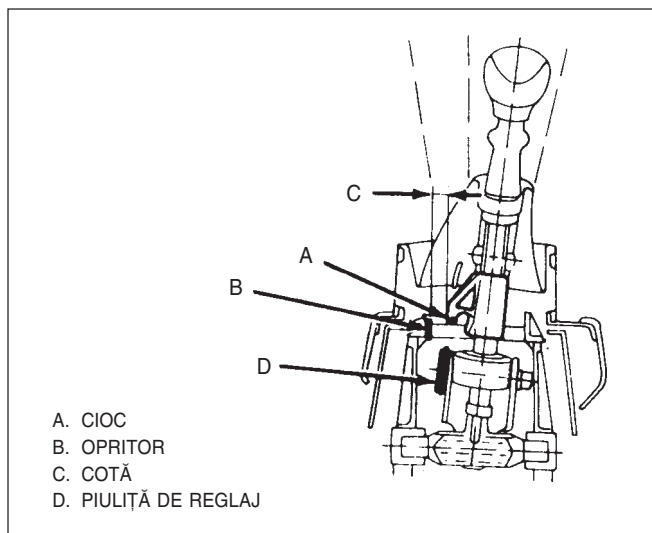

Fig. 13 Reglajul levierului schimbătorului de viteze
- 5) Se demontează burduful (202) de pe consolă pt a se observa mecanismul comenzii schimbătorului de viteze.
- 6) Se plasează levierul de schimbare a vitezelor (203) în poziția treptelor 1-2, fiind încă la punctul mort.
- a. Cu levierul lîngă opritor și săgeata în dreptul semnelui, se strînge șurubul clemei de fixare (210).
- c. După strîngerea la cuplu, șurubul (210) se va mai strînge în plus 1/4 pînă la 1/2 tură.
- 7) Se verifică distanța între ciocul „A” și opritorul „B” (Fig 13) cu levierul în punctul mort aceasta trebuind să fie de 3 mm după reglaj.
- 9) Se reglează distanța „C” (Fig 13) prin rotirea piuliței de reglaj „D”. Înaintea reglării se vor îndrepta cele 2 cleme de asigurare a piuliței.
- 10) Se montează burduful (202) pe consolă și apoi se centrează consola.